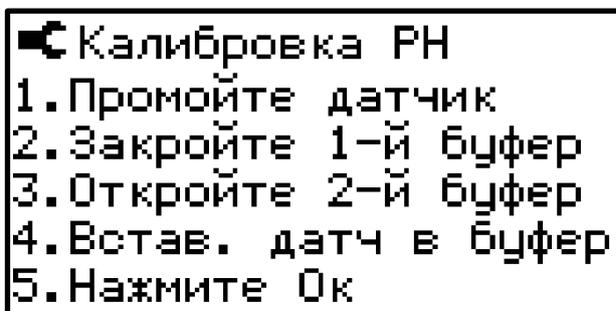

Рисунок 5.2. Процесс калибровки датчика (3/5).
4. По окончании таймера выполните второй шаг калибровки датчика (Рисунок 5.2);